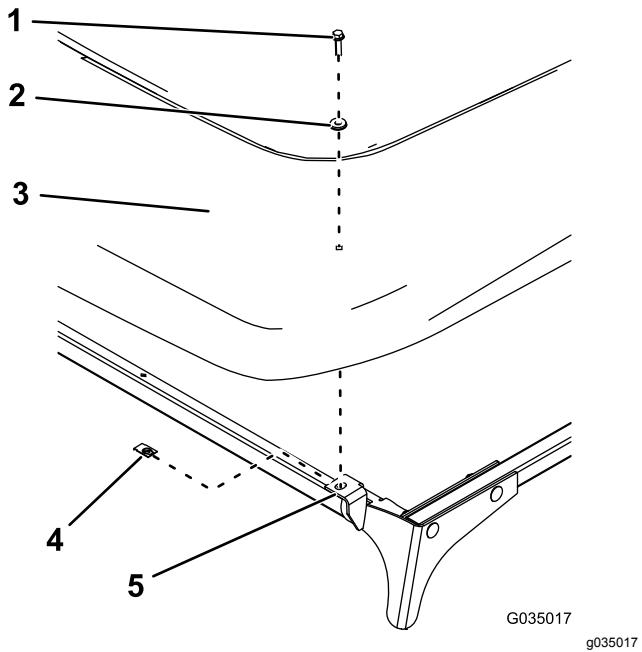

Figura 15
17. Instale el toldo a las placas delanteras con 2 abrazaderas, 2 arandelas sellantes y 2 pernos hexagonales con arandela prensada ($\frac{1}{4}$ " x 1"), tal y como se muestra en Figura 15.